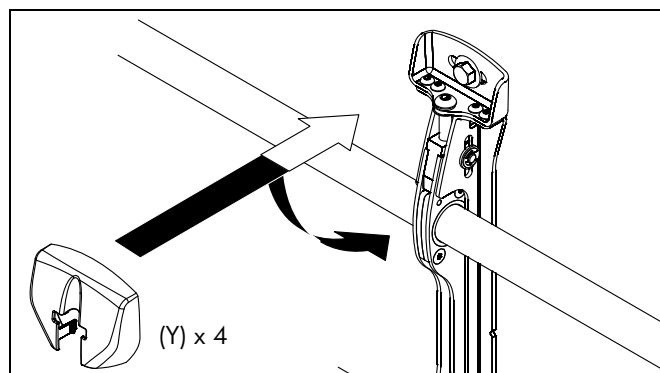

рис. 10
1. (Только для LSMVU) Прикрепите крышки настенных кронштейнов (Y) к верхней и нижней части обоих настенных кронштейнов. (См. рис. 10)